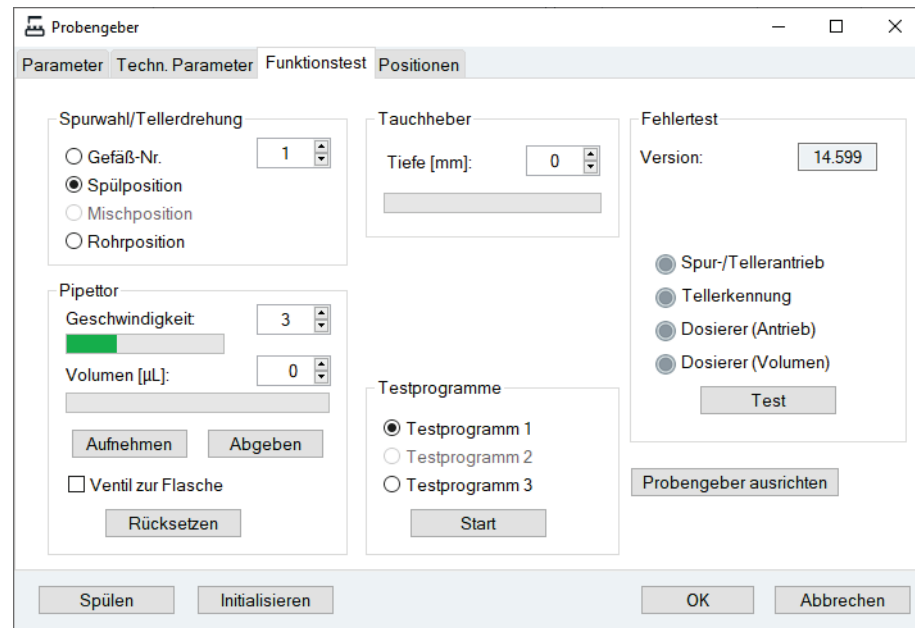

Bild 69 Fenster PROBENGEBER, Registerkarte FUNKTIONSTEST
3. In ASpect LS mit  das Fenster PROBENGEBER öffnen. Auf die Registerkarte FUNKTIONSTEST (Bild 69 S.108) wechseln.